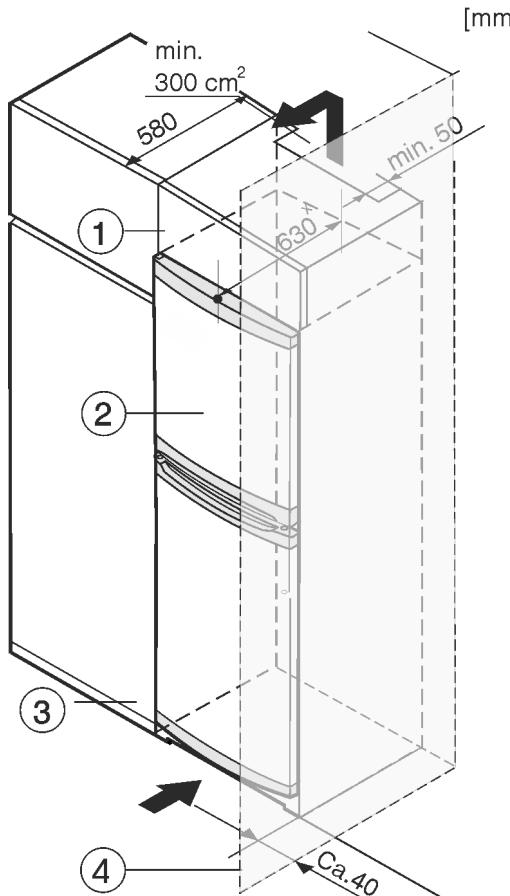

Fig. 8
- (1) Шкаф-пристройка
(2) Уред
- (3) Кухненски шкаф
(4) Стена
Уредът може да е обграден с кухненски шкафове. За да изравнят височината на уреда Fig. 8 (2) с височината на вградената кухня, над уреда може да се постави шкаф-пристройка Fig. 8 (1).
При обграждане с кухненски шкафове (дълбочина макс. 580 mm) уредът може да се постави непосредствено до кухненския шкаф Fig. 8 (3). Отстрани уредът е издаден на 34 mm *, а в средата на уреда – на 50 mm * спрямо челото на кухненския шкаф.
Когато уредът се поставя с пантите до стена *Fig. 8 (4)*, разстоянието между уреда и стената трябва да е поне 40 mm. Това отговаря на разстоянието, с което дръжките стърчат при отворена врата.